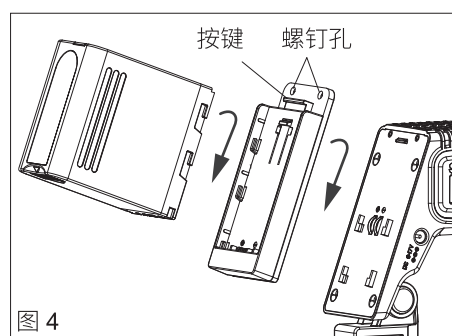

图 4
- ① 将相应的电池扣板S-7004对准新闻灯的扣板槽贴紧，向下方向将扣板装入新闻灯扣板槽中（图4）；
- ② 将螺钉旋入电池扣板上端的两个螺钉孔，以固定电池扣板。
- ③ 保持【电源开关】关闭（拨到“0”为关），然后将相应的DV电池对准电池扣板槽贴紧，向下方向将电池装入电池扣板中（图4）。